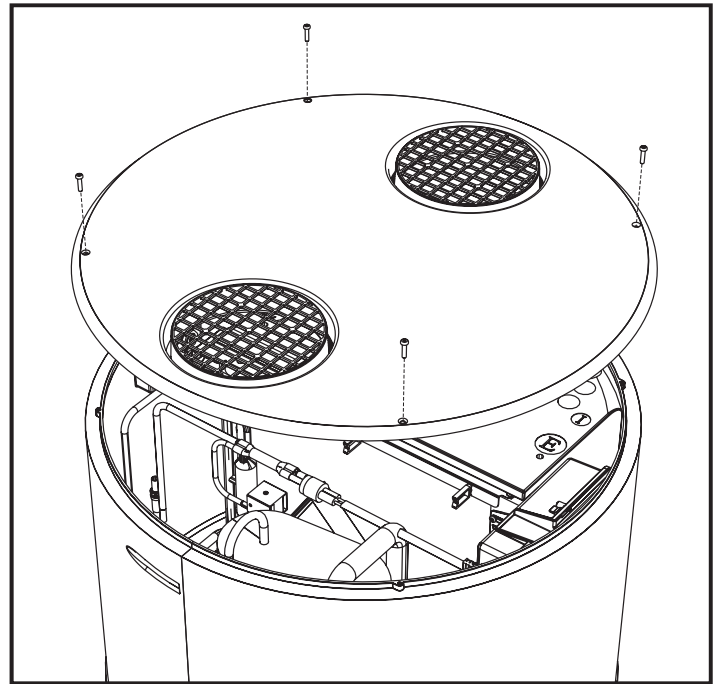

fig. 45- Remoção da tampa superior
- Remova a tampa superior, desapertando primeiramente os parafusos de bloqueio (fig. 45).